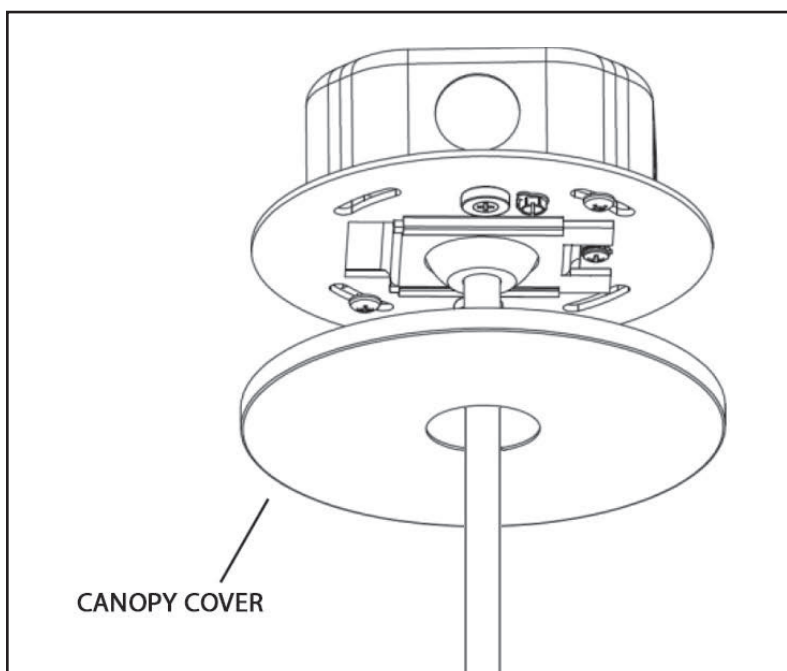

Figura 10
14. Tome el conjunto del Paso 2 e introduzca la placa de montaje de media bola a través de la placa redonda de cruceta, inclinada. Presione el otro extremo hacia arriba y deslícelo hasta su lugar. Utilice el tornillo de fijación para sujetarla (Figura 10).